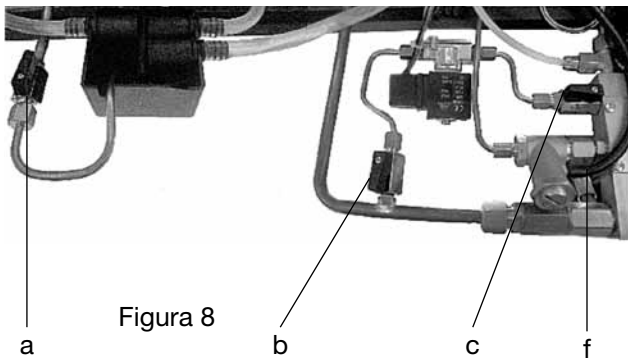

Figura 8
- a) a torneira de descarga da caldeira **a** está fechada (figura 8).
- b) As torneiras da válvula auto-niveladora **b-c** devem estar abertas (figura 8).
Para evitar a apresentação do alarme citado de auto-nível, será suficiente acelerar o carregamento automático da caldeira agindo no botão apropriado de carregamento manual **f** (figura 8).